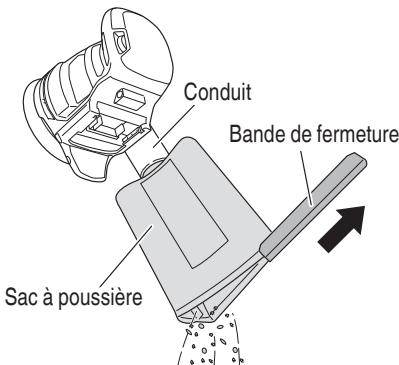

Fig. 16
1. Vidage et nettoyage du sac à poussière (Fig. 16). Si le sac à poussière contient trop de poussière, le captage de la poussière en sera affecté. Vider le sac lorsqu'il est plein. Retirer le sac à poussière, détacher la bande de fermeture et jeter le contenu.